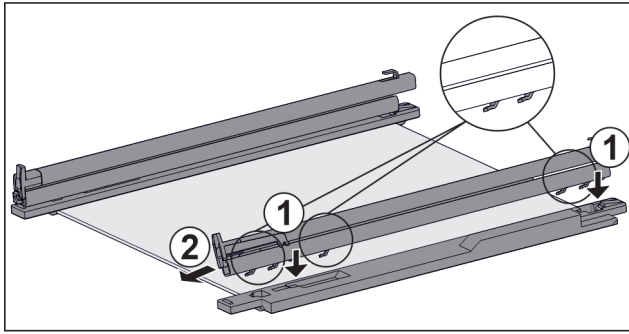

Fig. 121 Скляна пластина з рейками та деталями для підтримки
- ▶ Одягти гаки рейки на отвори **лівої** деталі для підтримки. Fig. 121 (1)
- ▶ Потягніть рейку вперед. Fig. 121 (2)
- ▶ Одягти гаки рейки на отвори **правої** деталі для підтримки. Fig. 121 (1)